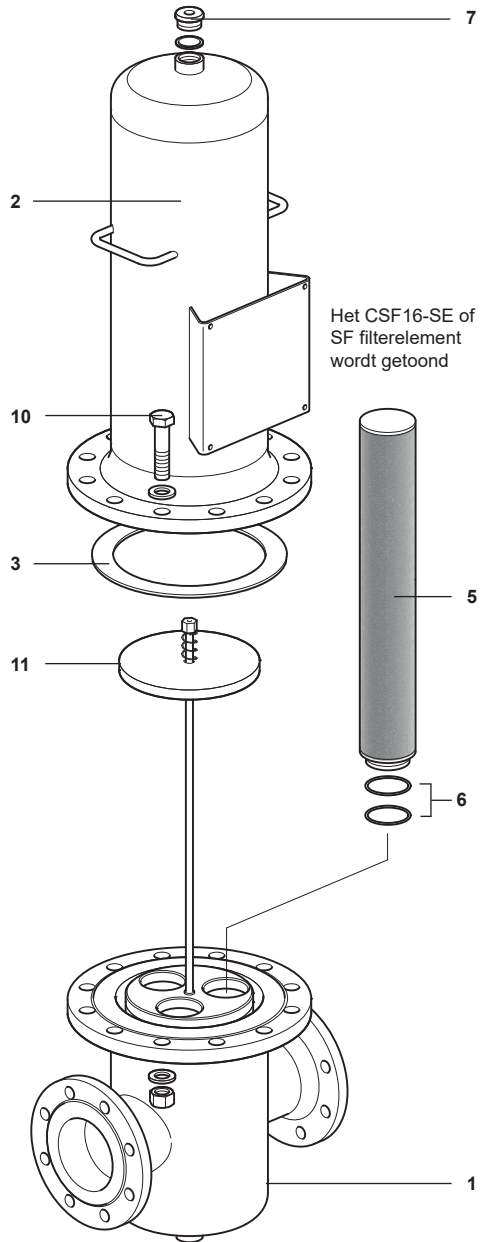

Fig. 8 DN100 en DN150L
2. De behuizingsring (4) of behuizingsbouten (10) die de kop van de filterbehuizing (2) en de kom van de filterbehuizing (1) samenhouden, moeten met de passende sleutel worden losgedraaid. De kop van de filterbehuizing (2) kan dan worden verwijderd.
3. De afdichtingen van de filterelementen (2 stuks, item 6) moeten worden gesmeerd met een voor de toepassing geschikt smeermiddel, alvorens ze in de kom van de filterbehuizing te monteren. (1).
4. Het filterelement (5 - let op: er zijn meerdere elementen voor de grotere maten) moet voorzichtig in de kom van de filterbehuizing (1) worden geduwd.
5. **Wanneer meerdere elementen zijn gemonteerd**, moet de filtersteunconstructie (11) worden geassembleerd en gemonteerd zoals aangegeven in Fig. 8.
6. Zorg ervoor dat de afdichting van de filterbehuizing (3) gemonteerd is.
7. **Voor maten DN8 tot en met DN80:** De behuizingsring (4) moet dan voorzichtig in de zitting van de kop van de filterbehuizing (2) worden geplaatst, waarna de kom van de filterbehuizing (1) voorzichtig over het filterelement wordt neergelaten en de behuizingsring (4) wordt vastgedraaid. De behuizingsring (4) is ontworpen met een grove schroefdraad om de kans op vastlopen te minimaliseren. Smeren van de schroefdraad is normaliter niet nodig. Indien nodig kan echter een smeermiddel voor schroefdraad worden gebruikt.